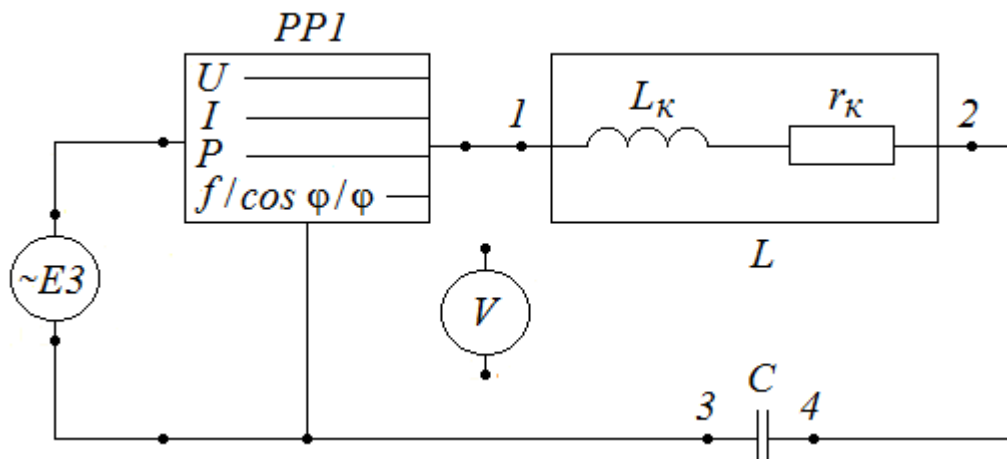

Рис. 3. Электрическая цепь с последовательным соединением катушки индуктивности и конденсатора
- 5.2. Собрать электрическую цепь с последовательным соединением реальной катушки индуктивности L и конденсатора C (рис. 3), используя элементы стенда в соответствии с заданным вариантом (табл. 2).